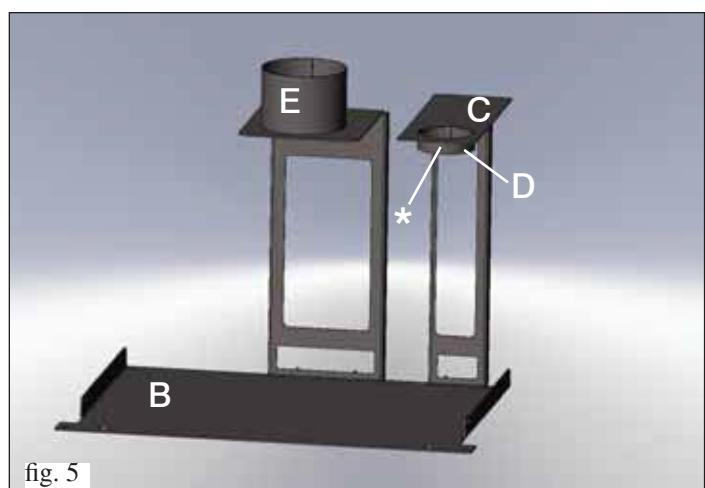

fig. 5
- Cortar el tubo a medida y adaptar el terminal del mismo tubo al collar de la abrazadera de centrado (E fig. 3 al lado y fig. 5 en la pág. 68) y fijarlo por medio de las abrazaderas suministradas.
Ensamblar el kit de facilitación como en la fig. 5.
- Adaptar el tubo de humos en el collar de la abrazadera (C) apoyándolo en el tornillo correspondiente (*) (fig. 5).
- Adaptar el tubo de carga pellet en el collar de la abrazadera (E fig. 5 al lado y fig. 3 en la pág. 66) fijándolo con la abrazadera suministrada.